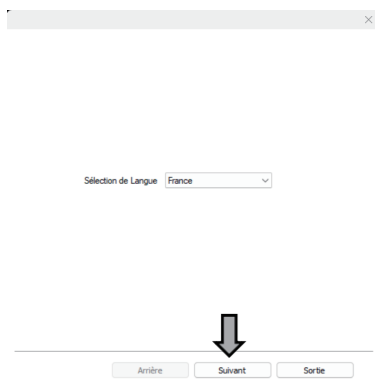

Fig.10
④ Ouvrez l'interface d'installation du pilote d'imprimante, sélectionnez votre langue préférée, puis cliquez sur « Suivant » (voir Figure 10).